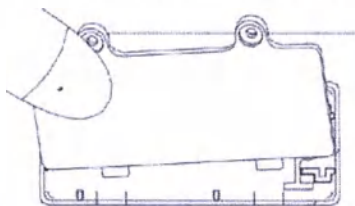

Рисунок 11.4.2 – Установка и демонтаж крышки батарейного отсека
- Приподнимите крышку батарейного отсека (см. рис. 11.4.2) и слегка надавите на заднюю часть корпуса батареи;